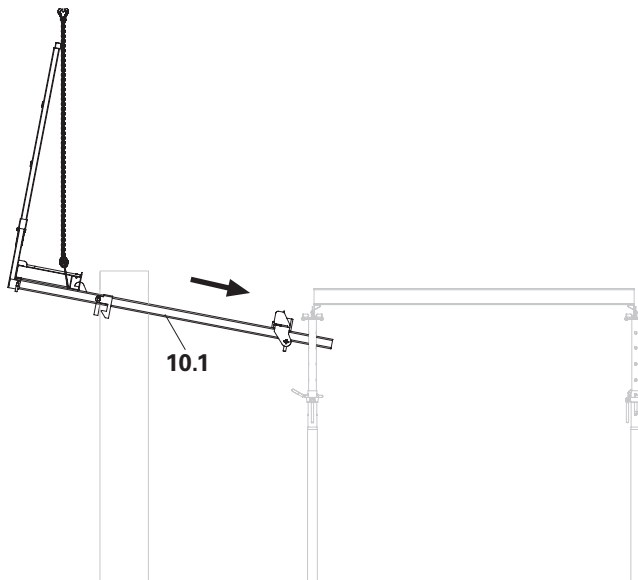

Fig. A9.21
1. Spingere la trave longitudinale (10.1) sotto gli elementi esistenti. (Fig. A9.21)